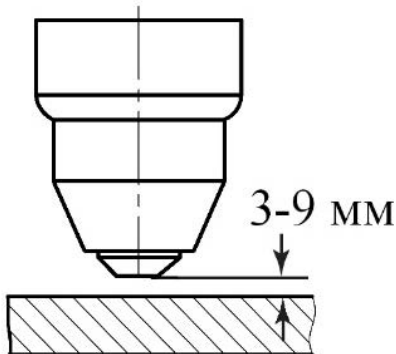

Рис. 9.1.2. Выбор расстояния от сопла плазматрона до разрезаемого изделия.
2. Расстояние до разрезаемого изделия (см. рис. 9.1.2).